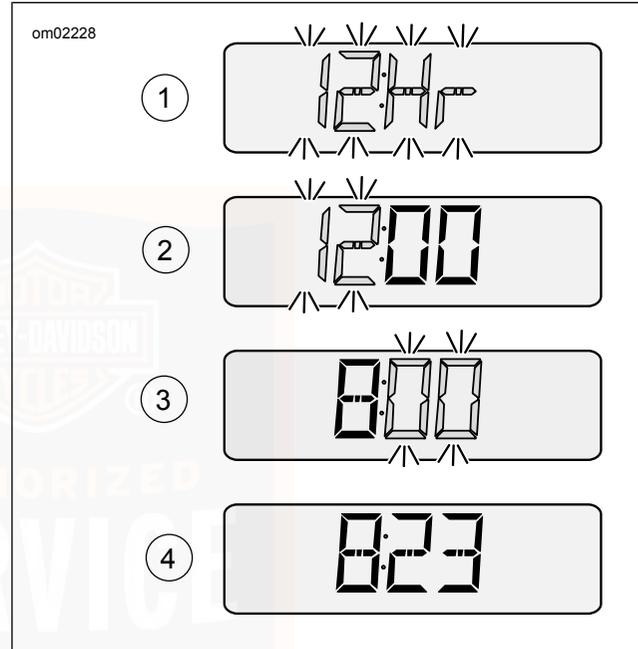

Abbildung 19. Zeit einstellen
2. Siehe Abbildung 19. Den Schalter TRIP mehrmals drücken, bis die Uhrzeit (Stunden und Minuten) erscheint. Den Schalter so lange gedrückt halten, bis auf der Tachometeranzeige die Angabe „12HR“ (12-Stunden-Format) (1) zu blinken beginnt. Den Schalter loslassen.
4. Wenn das gewünschte Zeitformat (12HR oder 24HR) angezeigt wird, den Schalter TRIP so lange gedrückt halten, bis die Stundenanzeige (2) zu blinken beginnt.
6. Wenn der richtige Stundenwert angezeigt wird, den Schalter TRIP so lange gedrückt halten, bis die Minutenanzeige (3) zu blinken beginnt.